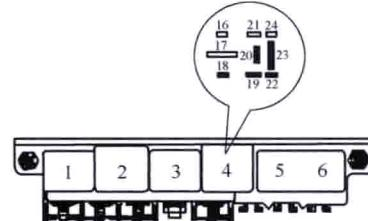

图 1-3 燃油泵继电器的位置
8) 操作故障诊断仪 VAS 5052 进入最终诊断菜单，驱动燃油泵电路工作，触摸燃油泵继电器外壳，此时燃油泵继电器发出吸合声并伴有外壳振动，说明燃油泵控制电路工作正常。燃油泵继电器的位置如图 1-3 所示。